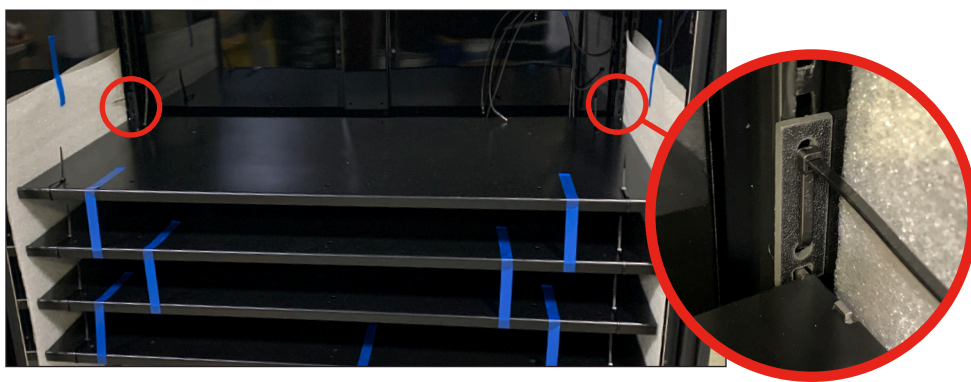

Рис. 18. Транспортировочные кронштейны полки расположены в стандартных отверстиях для полок над самой полкой.
1. Снимите транспортировочные кронштейны полки. Снимите ленту и кабельные стяжки. См. рис. 18 и 19.